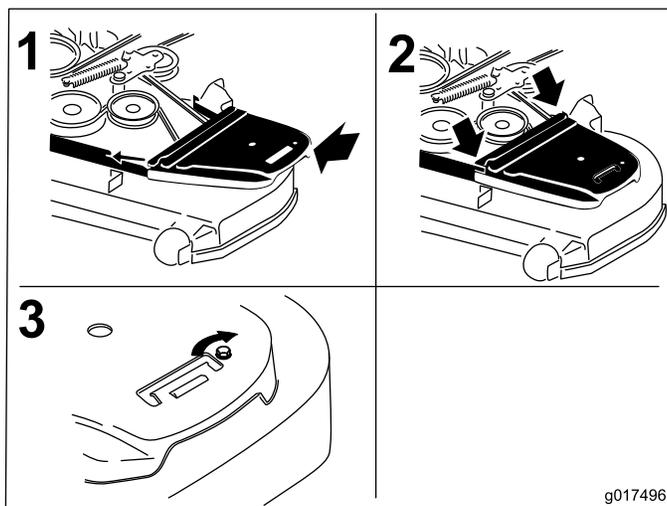

Figura 59
12. Instale las cubiertas de la correa (Figura 59).